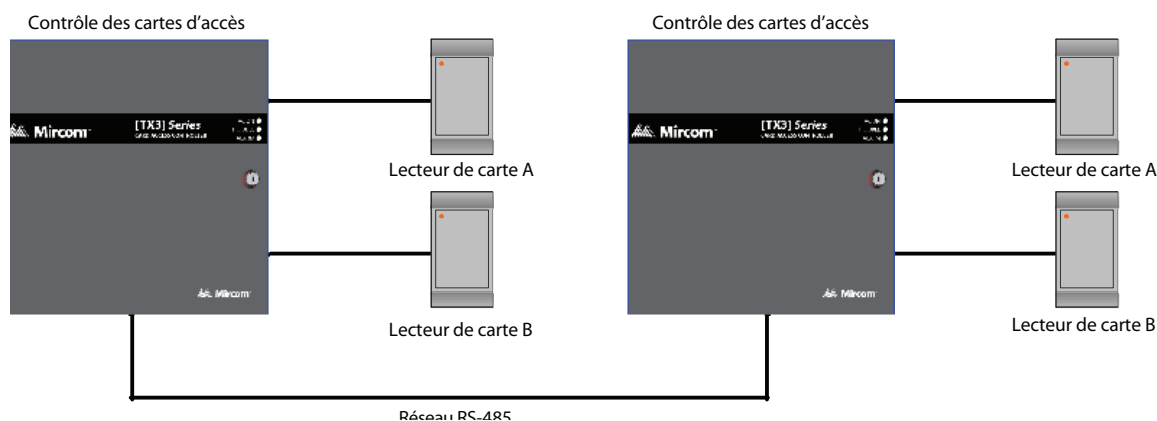

Figure 2. Réseau de système d'accès par cartes
- Figure 2. Réseau de système d'accès par cartes **11**
La figure 2 illustre deux contrôleurs d'accès par cartes, chacun avec deux lecteurs de carte d'accès, sur un réseau RS-485. Le système d'accès par cartes peut comprendre, au maximum, 63 contrôleurs d'accès reliés en réseau. Si vous vous branchez à un dispositif sur le réseau RS-485 (par USB, modem ou port de communication), vous pouvez également vous brancher à tout autre dispositif sur le réseau RS-485 et le configurer avec l'outil de configuration TX3.